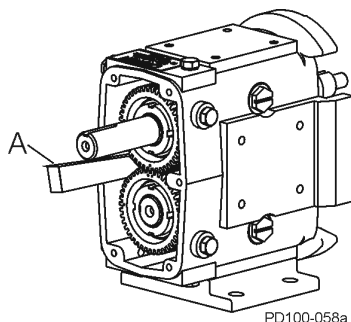

Figura 41 - Rotación del eje del bloque
2. Evite que los ejes giren colocando una cuña o una varilla suave entre los engranajes (Figura 41, artículo A). Utilice un destornillador de tuerca de engranaje (consulte a continuación) para quitar la tuerca de seguridad del engranaje. Los engranajes serán retirados más tarde.